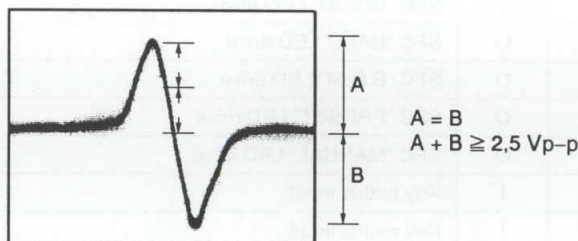

Fig. 8-14.
3. Contemplando la pantalla del osciloscopio, presione la tecla PROGRAM y observe durante un momento la forma de onda de la Fig. 8-14. Verifique si la amplitud es de 2,5 Vp-p por lo menos y si la amplitud de las partes positiva y negativa son iguales. Como la forma de onda solamente sale durante un momento cuando se presiona la tecla PROGRAM, presione una y otra vez esta tecla hasta que logre comprobar la forma de onda.